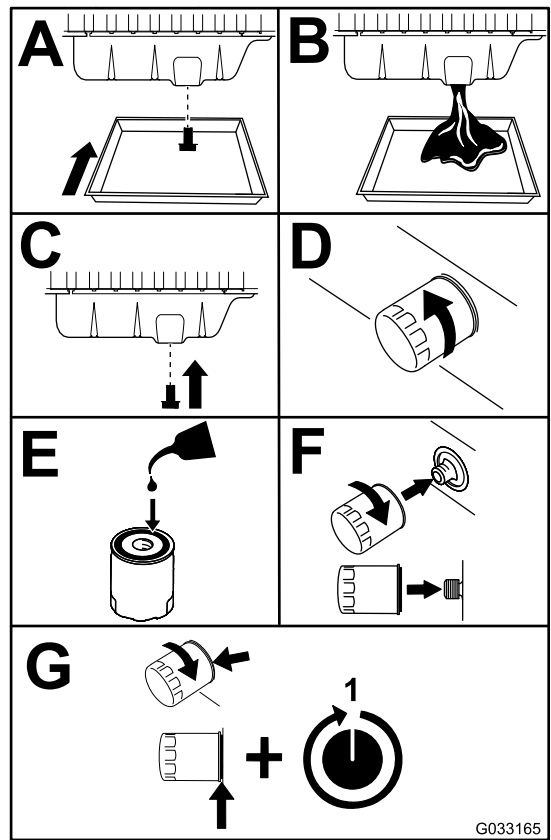

Figura 53
3. Sostituite l'olio motore e il filtro (Figura 53).